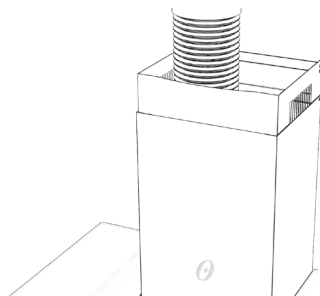

Figura 14
o duto decorativo deslizante (6) por dentro do duto decorativo fixo (11), conforme indicado na figura 14.
[07] Encaixe o duto flexível para exaustão (8) no orifício para saída de ar na parede ou teto [ver figura 14], de maneira que a haste de fixação superior (7) não interfira o duto decorativo deslizante (6) de subir até o teto.